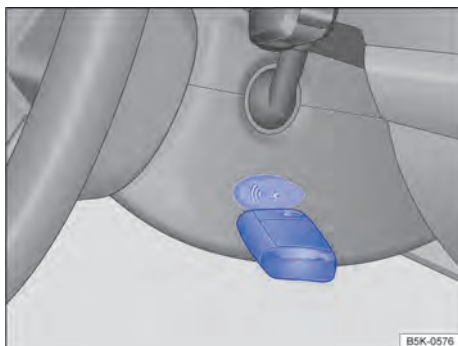

Fig. 85 À direita na coluna de direção: função de partida de emergência em veículos com sistema de travamento e de partida Keyless Access sem chave.
- Manter a chave do veículo diretamente após pressionar o botão de partida à direita da coluna de direção → Fig. 85.